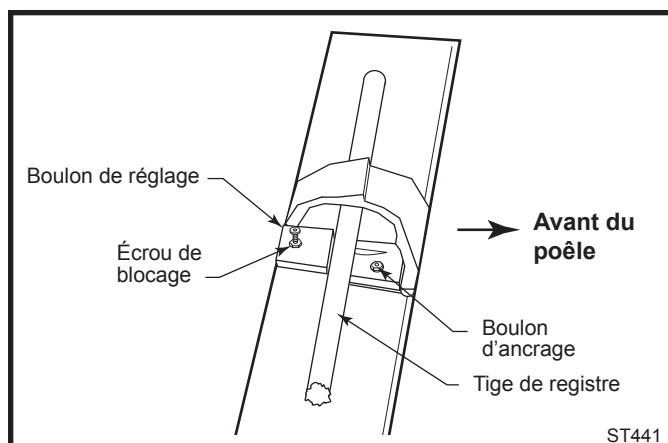

Fig. 29 Ajustement du registre.
3. Desserrer l'écrou de verrouillage de la vis de réglage. (Fig. 29)